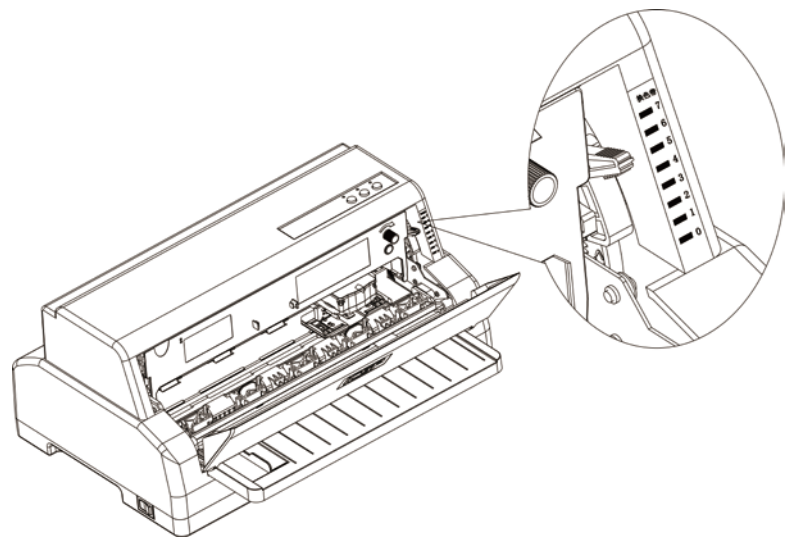

图 3-1 设定纸厚调节手柄
将纸厚调节杆设定于合适的刻度位置，以达到良好的打印品质及防止发生卡纸等问题。您必须上下拨动如图 3-1 所示的纸厚调节杆来设定刻度。外壳上的刻度【2】为标准纸张刻度。大部分单页的纸张都以此为标准。
3. 将纸厚调节手柄设定在【2】刻度位置（参见图 3-1）。